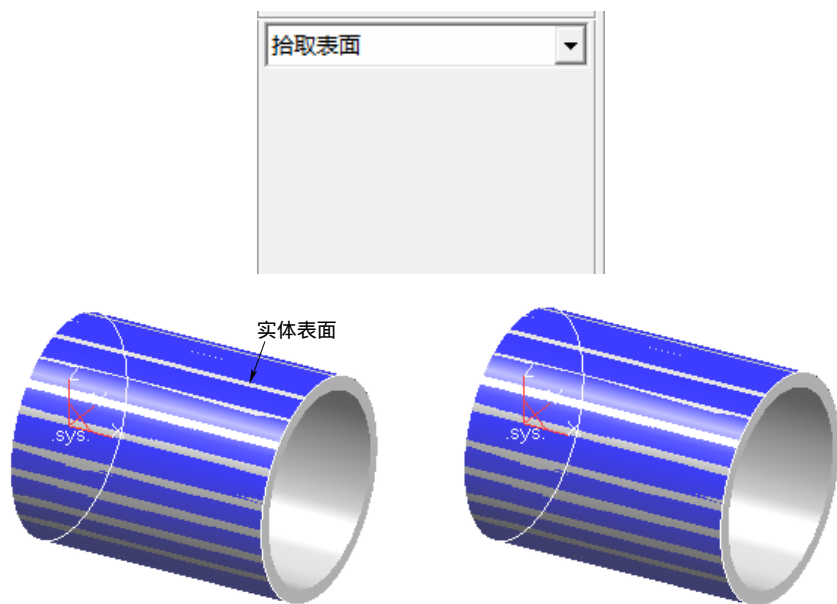

图 8-214 创建实体表面
2) 选择下拉菜单“造型”→“曲面生成”→“实体表面”命令,或者单击“曲面生成栏”工具栏上的“实体表面”按钮,按提示拾取外圆柱表面,单击鼠标右键结束,结果如图 8-214 所示。